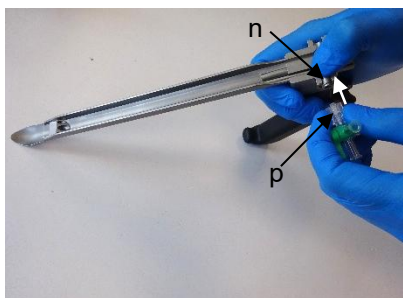

Abb. 9a
5. Zur Fixierung ist der Luer-Lock-Anschluss mit Überwurfmutter (p) auf das Gewinde des Luer-Lock-Anschlusses des Saugrohrs (n) zu setzen (Abb. 9a) und mit moderater Handkraft im Uhrzeigersinn festzuschrauben (Abb. 9b).